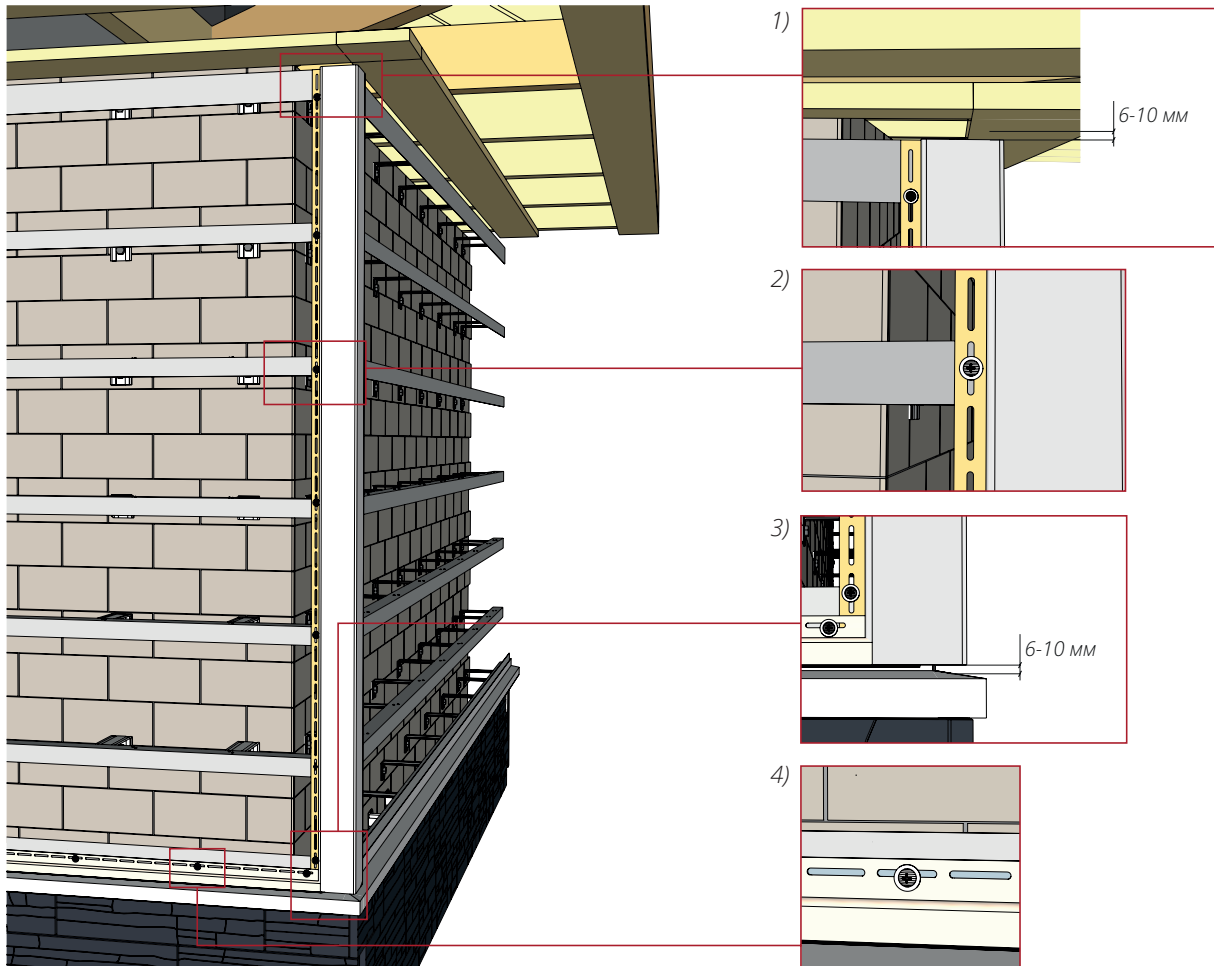

Рисунок 21
- 12.1** Смонтируете угол, вывесив его в верхней части, согласно пункту 6.4, соблюдая общие правила монтажа (рис. 21).
**12.7** Смонтируете внутренний угол, состоящий из двух J-профилей, вывесив его в верхней части, согласно пункту 6.4, с соблюдением общих правил монтажа. Монтаж аналогичен наружному углу (рис. 21).